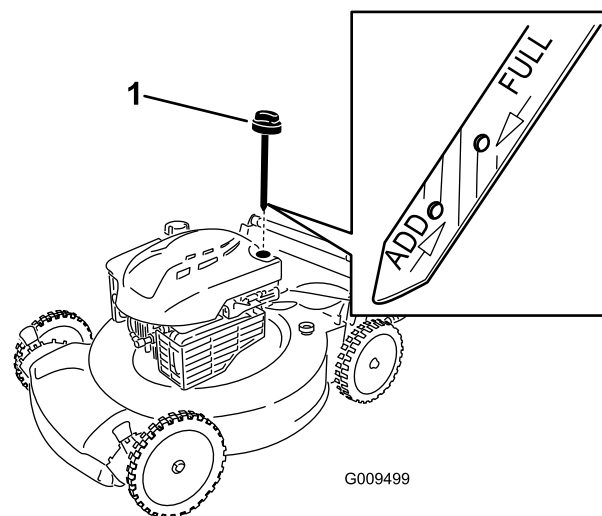

Рисунок 10
2. Извлеките масломерный щуп (Рисунок 10).
5. Определите уровень масла по отметкам на щупе (Рисунок 10).
небольшое количество масла в маслозаливную горловину, подождите в течение 3 минут и повторите операции с 3 по 5, пока уровень масла не повысится до отметки «Полный» на масломерном щупе (Рисунок 10).